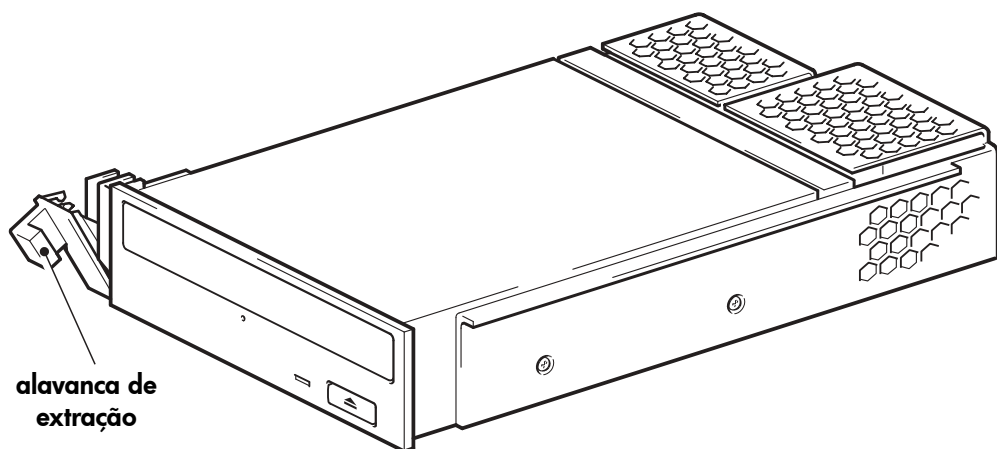

Figura 1a: alavanca de extração na posição para fora
- 1** Antes de instalar a unidade de DVD+RW, verifique se a alavanca de extração está na posição inteiramente aberta (puxada para fora), conforme mostra a figura 1a.